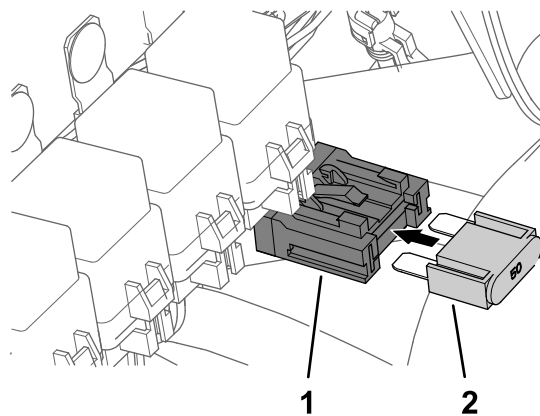

Figura 194
- Inserte el fusible (50 A) en el bloque de fusibles en línea hasta que esté correctamente asentado (Figura 194).